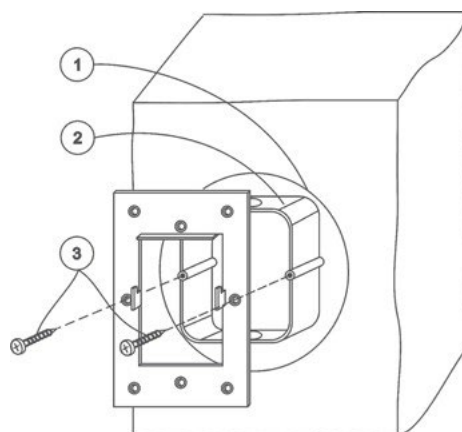

Рис.14
2. В подготовленное место установить монтажную коробку (из комплекта изделия). Коробку зафиксировать на стене саморезами через отверстия в дне коробки при помощи дюбелей, либо с помощью раствора (гипсовая, песчано-цементная смесь и пр.) (см. рис.14).
3. На установленную монтажную коробку саморезами (в комплекте) закрепить монтажную металлическую рамку (из комплекта изделия). Выступы, находящиеся в центральной части рамки, фиксирующие панель управления на стене должны быть ориентированы на себя, зубцами вверх. (см. рис.14).